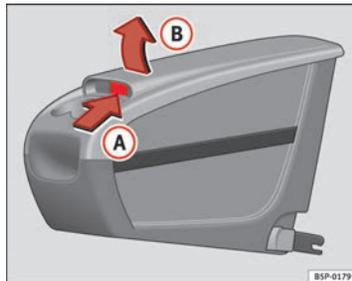

Fig. 114 Portaobjetos móvil. Apertura
- Levante la tapa **(B)**, por la zona **(A)** ⇒ fig. 114.